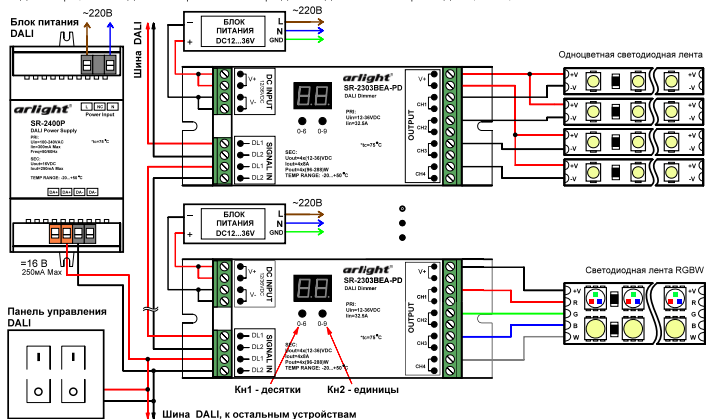

Рис.1. Схема подключения диммера для использования с одноцветной и RGBW лентой.
- 3.3. Подключите светодиодную ленту или другой совместимый светодиодный источник света к выходу диммера, соблюдая полярность и порядок подключения проводов (Рис.1).